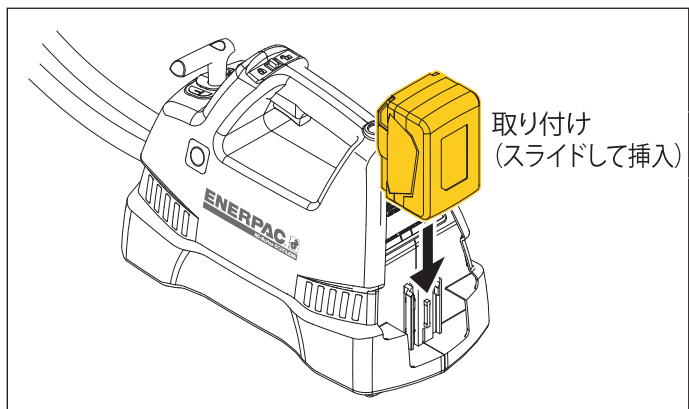

図7: バッテリーパックの取り付け
- バッテリーパックをポンプに取り付けるには：パックをポンプ背面のブラケットにスライドさせて挿入します。所定の位置にカチッとはまったことを確認してください。図7を参照してください。